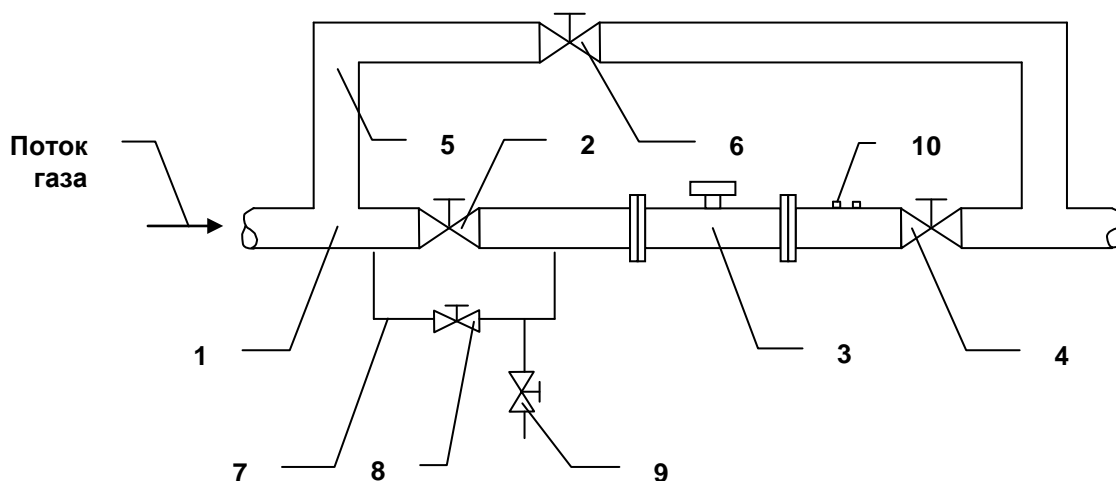

Рис. 5. Установка счетчика с перепускным каналом
3.13.5. Для трубопроводов с давлением свыше 16 атм схема установки счетчика приведена на рис. 5. Перепускной канал 7 позволяет избежать резких перепадов давления на счетчике при открытии вентилей трубопровода. Диаметр канала должен быть от 20 до 25 мм. Вентили 8 и 9 позволяют плавно повышать давление при пуске счетчика.
- 6.5. Пуск счетчика с перепускным каналом (см. рис. 5)